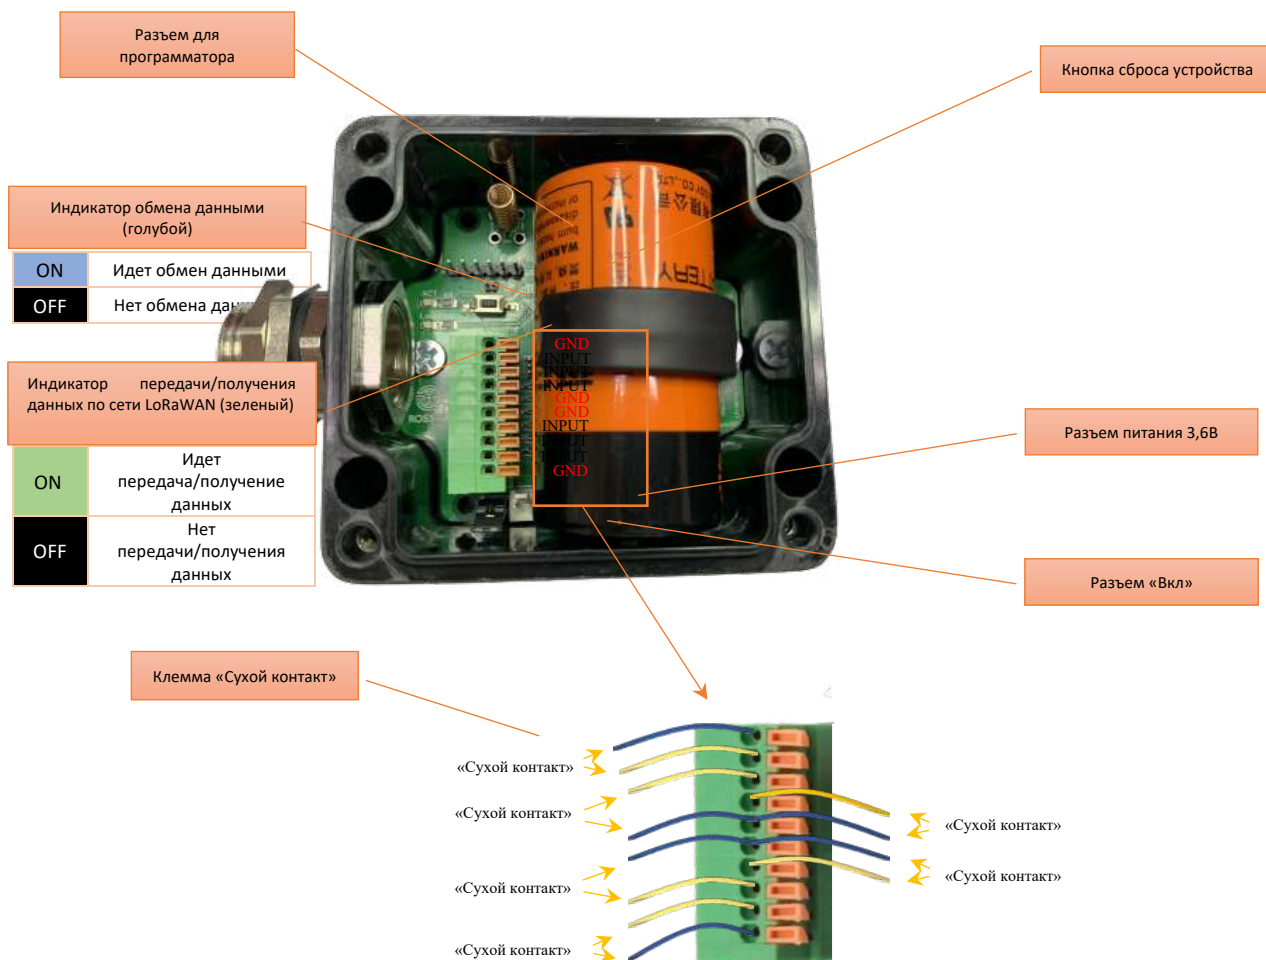

Рис.1 Описание устройства ROSSMA IIOT-AMS PULSE
- Подключить измеритель-коммутатор при помощи кабеля (с рекомендуемым сечением жилы не более 1мм) к оконечному устройству через клеммы (согласно рис. 1)